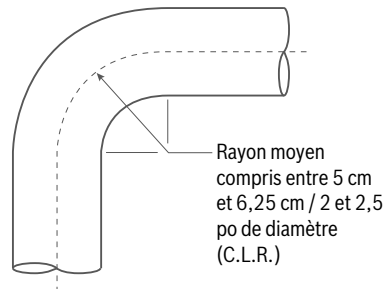

Fig. 15: Rayon de courbure pour les coudes et / ou virages
- Tous les coudes et/ou courbures doivent avoir un rayon de courbure égal à au moins une fois et demie à deux fois le diamètre du conduit (Fig. 15) comme indiqué dans les sections sur la configuration des méthodes de gestion des gaz d'échappement ci-dessous.